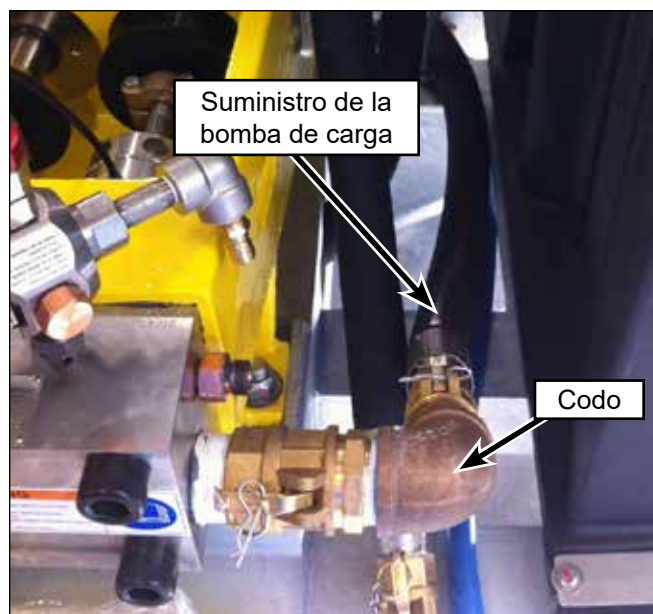

Figura 41: Manguera de suministro de la bomba de carga.
1. Quite la manguera de suministro (Figura 41) (suministro de la bomba de carga) del accesorio del codo de succión del difusor de 15K/20K.